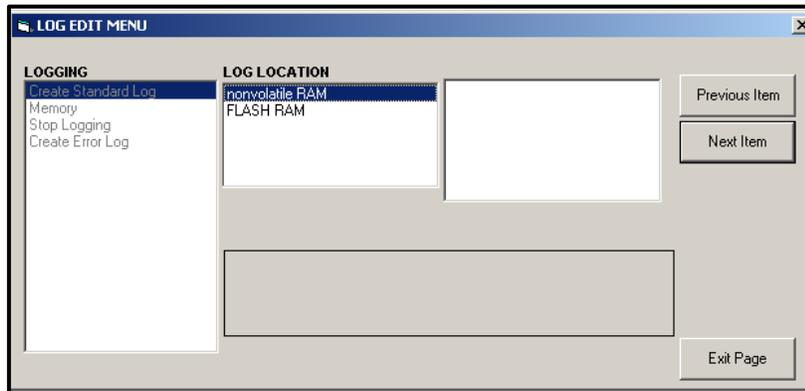

Figura 12: Ubicación del registro en la opción *Crear registro estándar*
- a. Haga doble clic en la opción *Create Standard Log (Crear registro estándar)* y aparecerá una ventana similar a la de la Figura 12.